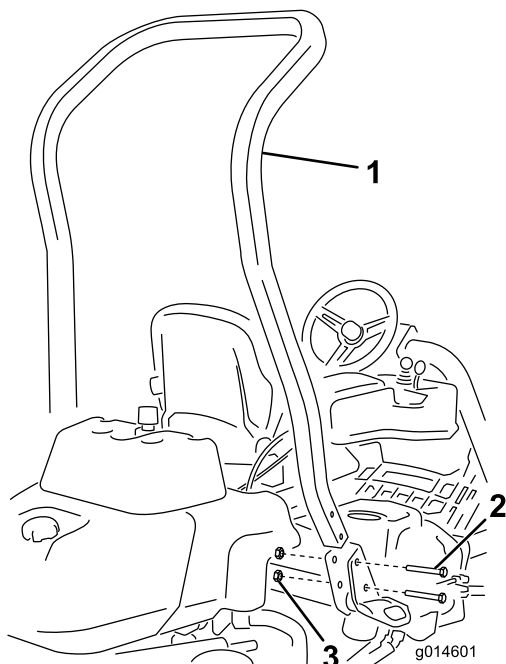

Рисунок 3
3. Установите защитную дугу защиты в гнезда на каждой стороне машины, используя 4 болта на 1/2 x 3-3/4 дюйма и 4 гайки с буртиком (1/2 дюйма) (Рисунок 3).